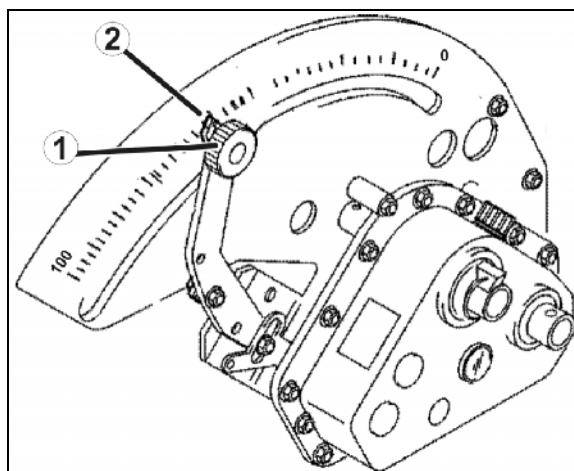

Fig. 104
1. Løsne låseknappen (Fig. 104/1).
3. Sett viseren (Fig. 104/2) på girspaken **nedenfra** på girinnstillingsverdien.